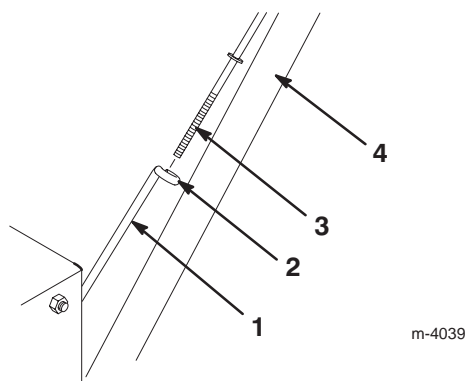

Figure 3
3. Tenez l'ensemble mancheron en position de montage et insérez la tige de traction supérieure dans la boucle de la tige de traction inférieure (Fig. 3).